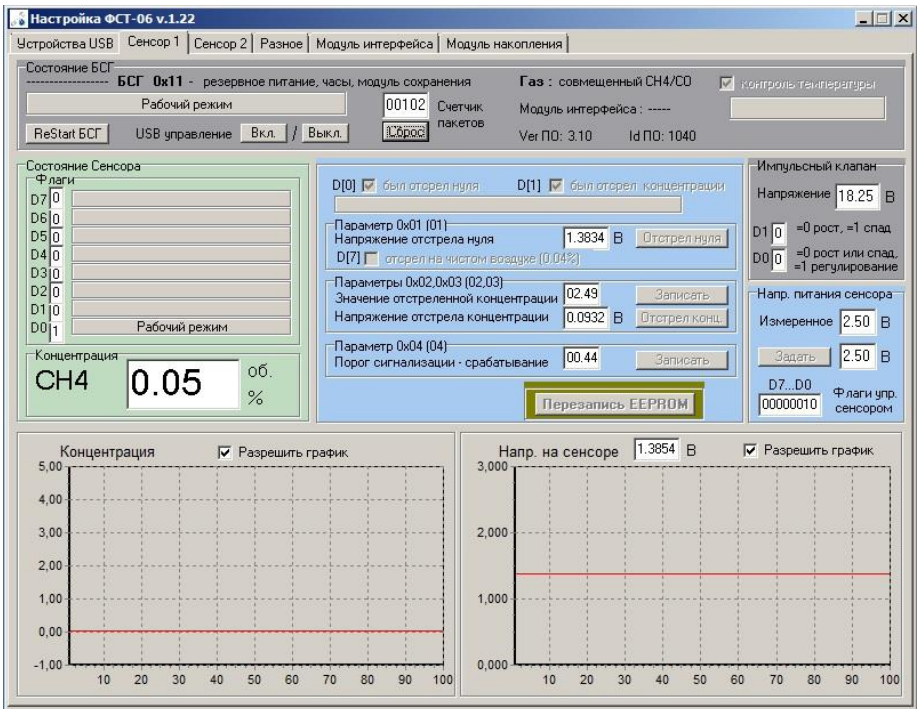

Рисунок. 8.2 Вид окна программы при подключении к БСГ
8.3. Если данное устройство БСГ ФСТ-06 в окне программы появляются другие закладки. Наибольшее число закладок при подключении БСГ ФСТ-06.1 СН4/СО: Сенсор 1 (СН4), Сенсор 2 (СО), Разное, Модуль интерфейсов, Модуль накопления. Вид окна программы для этого случая изображен на рис.8.2.
9.3. Предусмотрен следующий механизм идентификации встроенного ПО БСГ. Подключить БСГ к ПЭВМ под управлением ОС Windows и запустить программу ToolsFST06.exe. Номер версии ПО и цифровой идентификатор ПО отображается в любой из закладок программы, смотреть рис. 8.2 – 8.7.